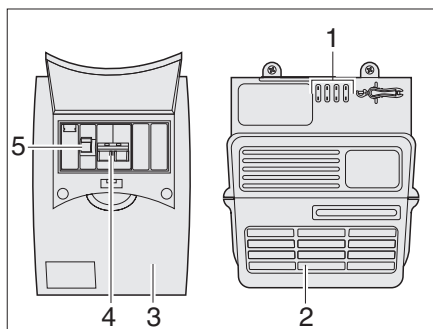

Fig. 89 Fuente de alimentación y fusible automático
La caja de fusibles de 230 V (Fig. 89,3) está montada al lado de la fuente de alimentación (Fig. 89,2).
En la caja de fusibles (Fig. 89) están integrados el fusible principal (Fig. 89,4) y un interruptor de corriente de defecto (Fig. 89,5).
El interruptor de corriente de defecto (Fig. 89,5) mide el flujo de corriente de la línea de salida y la línea de retorno. Si entre las dos líneas existe equilibrio, el interruptor de corriente de defecto no se activa. Si hay una diferencia entre las líneas, el interruptor corta el flujo de corriente inmediatamente. De esta manera se evitan accidentes eléctricos peligrosos.
- Empujar el interruptor principal (Fig. 89,4) hacia arriba en posición "ON".
- Empujar el interruptor de corriente de defecto (Fig. 89,5) hacia arriba en posición "ON".